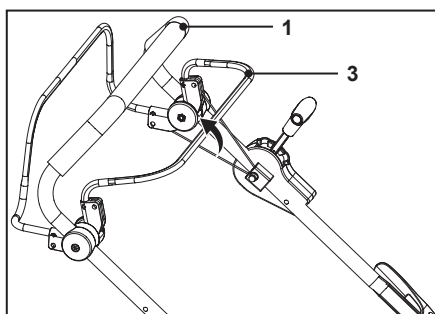

Fig. 12
1. Tirer le levier de frein (3) vers l'arrière et le maintenir contre la poignée supérieure (1) lors du démarrage du moteur. Maintenir le levier dans cette position pendant l'utilisation (Fig. 12).
2. Relâcher le levier de frein (3) pour arrêter le moteur.
1. Tirer le levier de frein (3) vers l'arrière et le maintenir contre la poignée supérieure (1) (Fig. 12).